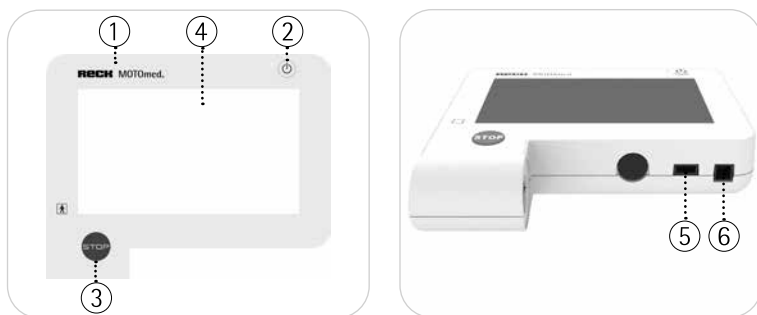

Fig. 5.1, 5.2
Vide Fig. 5.1 Pressione o botão ,Ligar / Desligar' ② e ligue o seu MOTOMed. O MOTOMed se inicializa e entra no modo de prontidão. Aparece a tela inicial.
Vide Fig. 5.1 O treinamento pode ser interrompido a qualquer momento com o botão de parada ,Stop' vermelho ③.